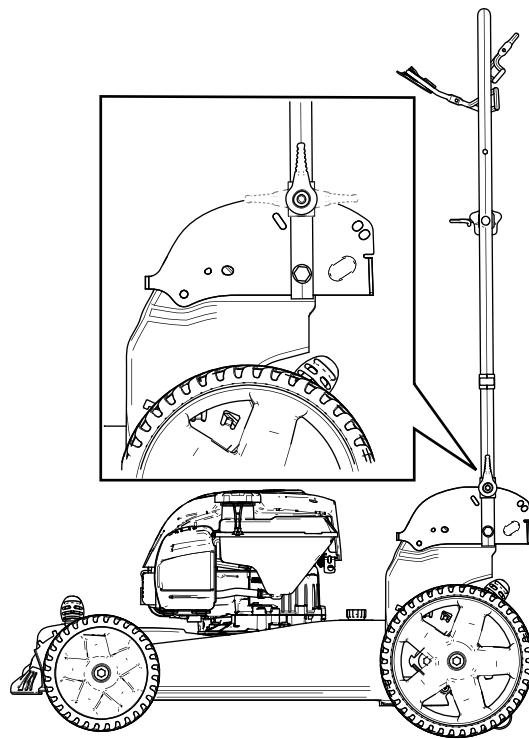

図 18
3. 図 18に示すように、ハンドルを前に折りたたんで縦位置または完全に前に倒した状態にする。